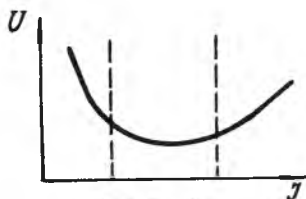

Рис. 4
Вопрос 7. Какой кривой (рис. 4, 5, 6) изображается статическая характеристика дуги  $U = f(I)$  при  $I_g = \text{const}$ ;  $d_g = \text{const}$ ?
1. На рис. 4.